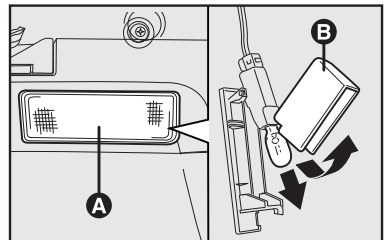

fig. 35
LUZ DEL COMPARTIMIENTO DE EQUIPAJES fig. 35
- quite el plafón **A-fig. 35** forzando ligeramente en el punto indicado por la flecha;
- abra la protección **B-fig. 35** y sustituya la lámpara introducida a presión;